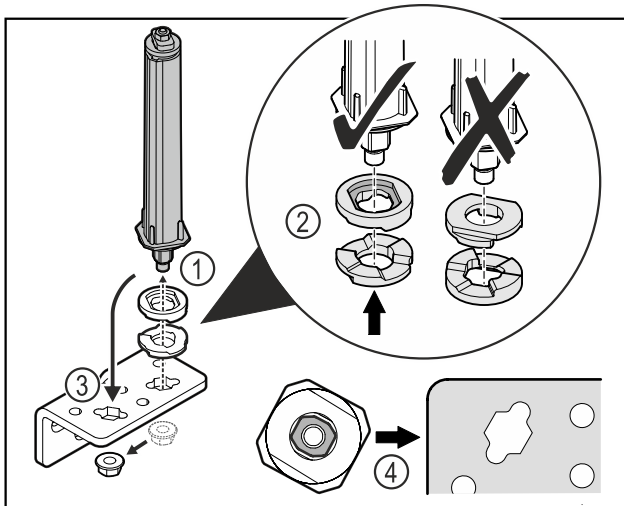

Fig. 27
- ▶ Avaa mutteri ja poista oven sulkuyksikkö Fig. 27 (1).
- ▶ Huomioi korkeudensäätölaattojen oikea kohdistus Fig. 27 (2).
- ▶ Aseta oven sulkuyksikkö saranakulmassa toiseen paikkaan ja kiinnitä mutterilla Fig. 27 (3).
- ▶ Huomioi oven sulkuyksikön oikea kohdistus paikalleen asettamisen yhteydessä Fig. 27 (4).